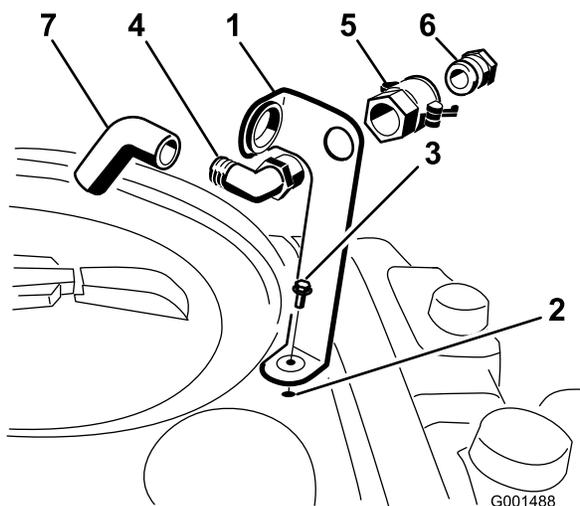

Figure 3
- Placez le support de prise de remplissage au-dessus du trou fileté de la cuve et fixez-le avec un boulon à embase (5/16 x 3/4 pouce) (Figure 3).
- Raccordez l'adaptateur de flexible au raccord rapide (Figure 3).
- Bloquez l'adaptateur en place en basculant les leviers vers l'adaptateur puis en les fixant en position avec les goupilles fendues (Figure 3).
- Placez le flexible anti-siphonnement dans la grande ouverture du support et sur l'extrémité cannelée du raccord coudé 90 degrés (Figure 3).
- Passez l'extrémité fileté du raccord coudé dans le trou du support et vissez-y le raccord rapide pour le fixer au support (Figure 3).